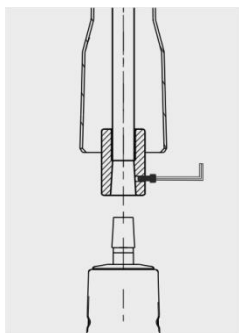

Рис.1
- a) сдвиньте пластиковый кожух вверх (Рис. 1),
- b) открутите шплинт при помощи ключа (Рис. 1),